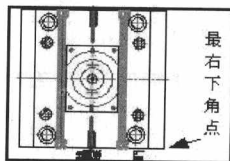
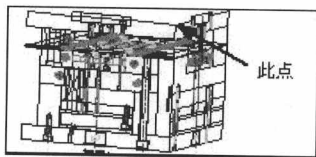

图 1.8
图 1.9
③ 再将“视图 2”摆正。先通过【视图】/【三维动态观测器】将整个视图显示成等角视图→在命令行输入命令“M”→选取“视图 2”中所有的对象→回车→选取“视图 2”中“最右下角”上的一点（如图 1.8 所示）→再选取“视图 4”中“最右上角”上的一点（如图 1.9 所示）。